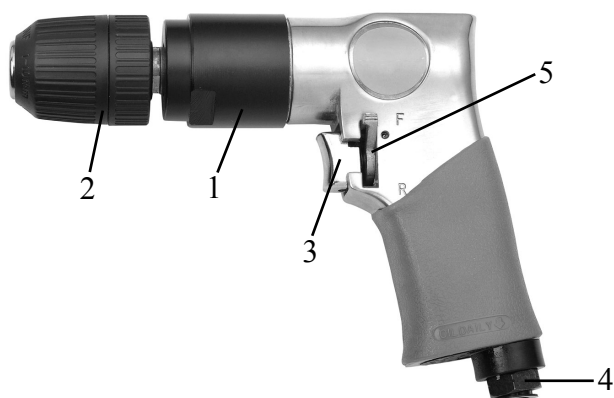

Рис. 1
6.5 Включение и выключение дрели осуществляется нажатием выключателя (поз. 3 рис. 1). Следует помнить, что после того, как вы отпустите выключатель, вращение патрона будет осуществляться ещё несколько секунд.
6.6 Реверс. Установите переключатель направления вращения 5 (рис.1) в необходимую позицию: